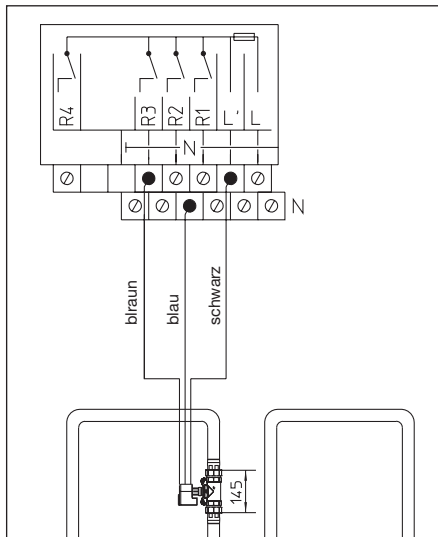

Abb. 6.2 Verkabelung an Regler „Regtronic RQ“
- Verbinden Sie das braune Kabel des Stellantriebes mit dem Reglerrelais R3, das schwarze Kabel mit der abgesicherten Phase des Reglers (L') und das blaue Kabel mit der Neutralleiter - Sammelleuchte des Reglers (N) siehe Abb. 6.2.